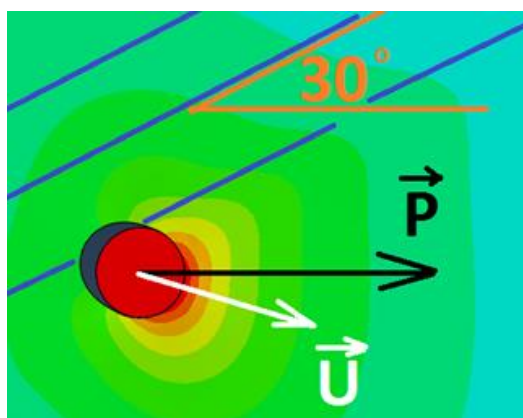

Рис. 13 Несоответствие направления перемещений смятия направлению действия силы смятия в композите
- В ПКМ перемещение смятия, в отличие от металла, не совпадает с направлением действия силы смятия (Рис. 13). Совпадение достигается лишь в том случае, когда сила смятия действует вдоль одного из направлений ортотропии материала. Методика, примененная в данной работе, корректно описывает поведение крепежа только в этом случае. Поэтому в ходе расчетов требуется контролировать получаемые направления сил смятия.